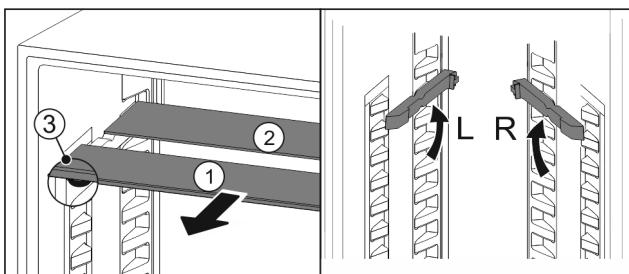

Fig. 70
- Skleněné desky jednotlivě vytáhněte dopředu Fig. 70 (1).
- ▷ Skleněná deska Fig. 70 (1) s ozdobnou lištou leží vpředu.
- ▷ Zarázky Fig. 70 (3) směřují dolů.